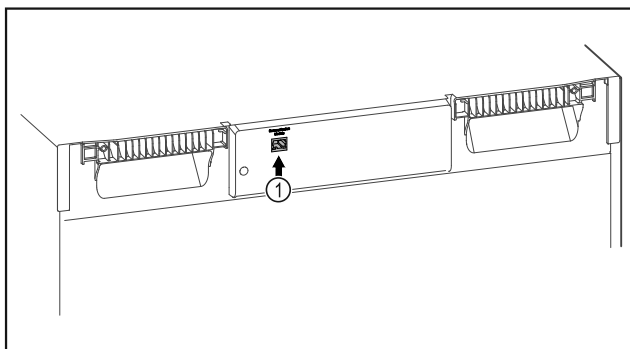

Fig. 127
- SmartModule Fig. 127 (1) is geplaatst.